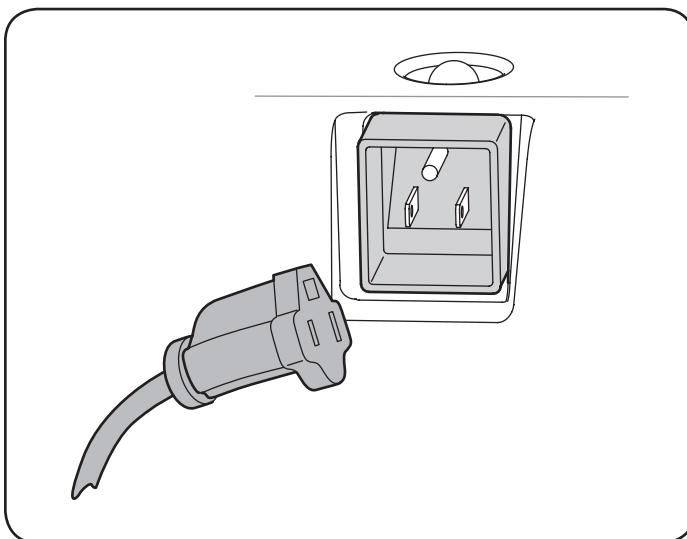

Figura 3
1. Conecte el prolongador a la salida situada en la superficie del motor. Conecte el otro extremo del prolongador a un tomacorriente de CA, 120 voltios con conexión a tierra, para tres patas, en un área bien ventilada. Ve a la Figura 3.